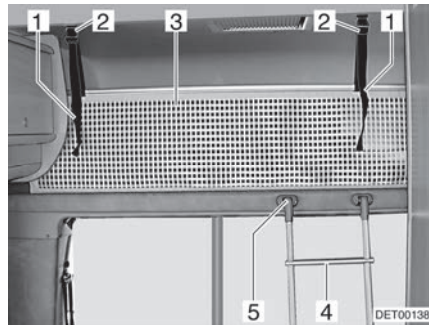

Bild 96 Alkopsäng
**Stege** För att komma upp i alkopsängen ska man alltid använda den medföljande stegen (Bild 96,4).
**Haka fast:** ■ Haka fast stegen med krokarna (Bild 96,5) på alkovramen.
**Skyddsnät** Skyddsnätet (Bild 96,3) är standard. Det ligger mellan madrassen och ribbbotten. Skyddsnätet ska först monteras när personerna som ska sova där befinner sig i alkoven.
**Hänga upp:** ■ Haka fast fästbanden (Bild 96,1) i fästena (Bild 96,2) i taket.